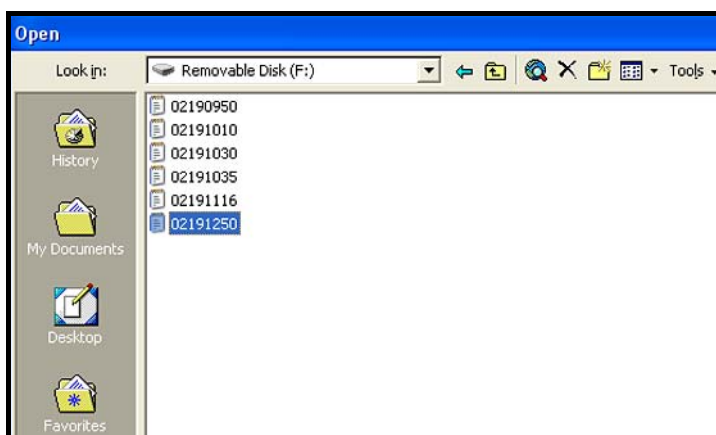

図 58：開くログファイルを選択する
5. 目的のログファイル名をクリックします（下の図 58 を参照）。